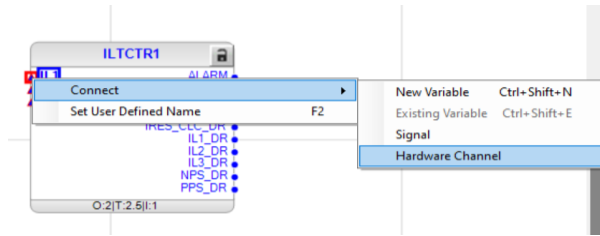

Imagen 54_Conexión de canal a la entrada IL1 del bloque ILTCTR1.
2.1.13 Vamos a realizar estas mismas conexiones para el bloque de la corriente que se aprecia en la **Imagen 54**, donde de igual manera dejaremos el mismo módulo, solo cambiaremos el canal y nombre. Nota: El canal sigue su numeración contando los que ya se habían colocado para el voltaje.